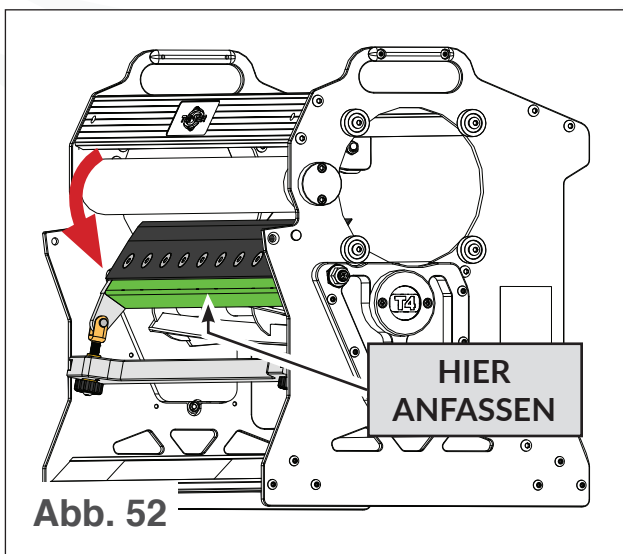

Abb. 52
5. Drehen Sie das Bettmesser nach oben, indem Sie den dicken Teil der Bettstange nach unten drücken (siehe Abb. 52). Greifen Sie nicht nach dem scharfen Ende des Bettmessers.